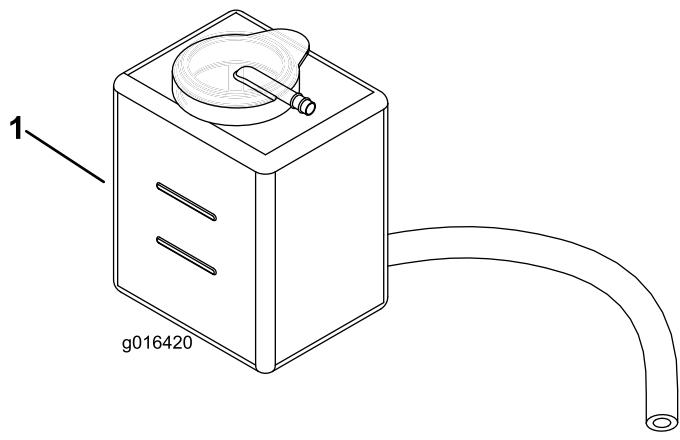

図 25
2. 冷却液の量を点検する図 25。エンジンが冷えている状態で、補助タンク側面についている2つのマークの間にあれば適正である。